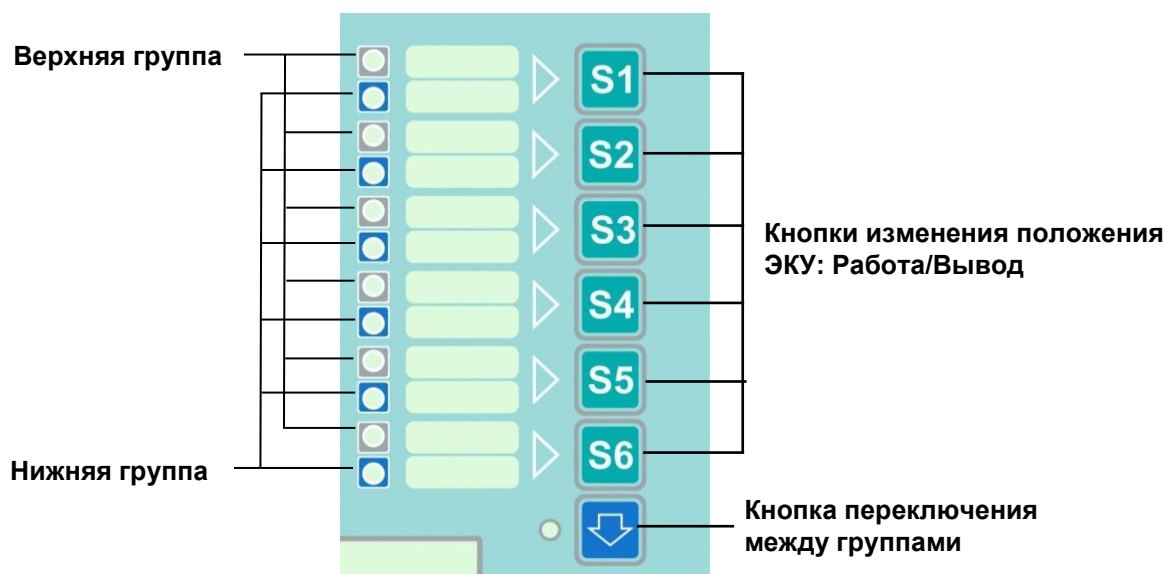

Рисунок 2 – ЭКУ
2.4.2.3.1 На лицевой панели терминала с горизонтальным расположением дисплея (см. рисунки 58 а), 59) могут располагаться ЭКУ (см. рисунок 2). Наличие и количество (6 или 12 шт.) ЭКУ определяется проектом. ЭКУ является аналогом оперативного ключа управления на двери шкафа РЗА. ЭКУ предназначен для оперативного изменения режимов работы функций РЗА терминала.
2.4.2.3.2 ЭКУ состоит из двух групп: верхняя и нижняя (см. рисунок 2). ЭКУ каждой группы может находиться в двух положениях: **Работа/Вывод**. Светодиоды отображают текущее положение: в положении ЭКУ **Работа** светодиод горит, в положении **Вывод** не горит. В случае отсутствия кнопок ЭКУ в проекте, светодиоды с ЭКУ имеют назначения, приведенные в функциональной схеме терминала.